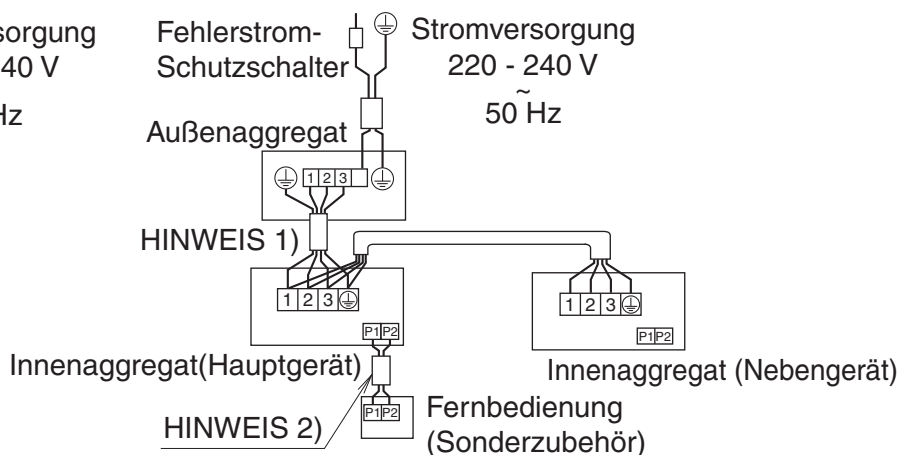

Abb. 41
- **Simultanbetriebssystem:** 1 Fernbedienung steuert 2 Innenaggregate (2 Innenaggregate werden simultan betrieben). (Siehe Abb. 41)